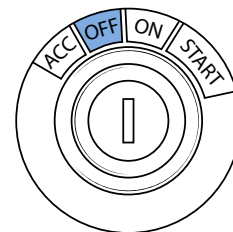

Figure 6 - Commutateur de démarrage
4. Mettez le commutateur de démarrage à "OFF" (Figure 6).